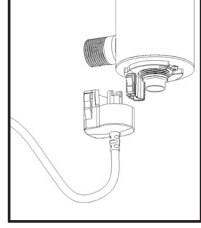

FIGURE 3B
- Rassemblez le manchon de quartz dans la chambre d'irradiation UV; veiller à ce que le manchon dépasse de la même distance aux deux extrémités de la chambre (Figure 3B).